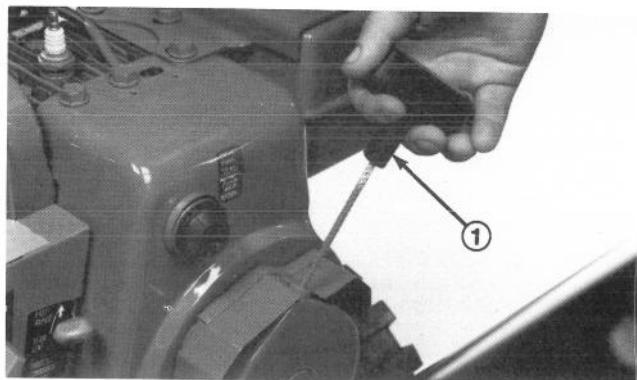

Abb. 19
Rücklaufstarter (Abb. 19) — Der Rücklaufstarter befindet sich hinten am Motor und wird herausgezogen, um den Motor zu starten.
6. Den Startergriff (Abb. 19) langsam herausziehen, bis Widerstand spürbar wird. Dann den Motor mit einem kräftigen Armzug anwerfen. Den Startergriff festhalten und das Seil langsam zurückgleiten lassen.